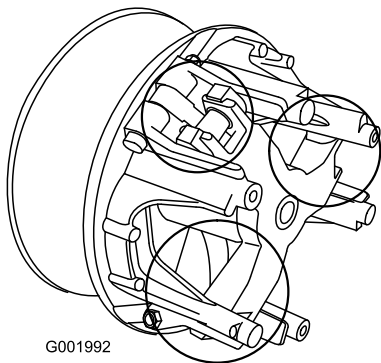

Figura 59
5. Lubrique las piezas en movimiento en las zonas indicadas en Figura 59 usando Spray Lubricante Seco Toro, disponible a través de su Distribuidor o Concesionario Autorizado Toro.